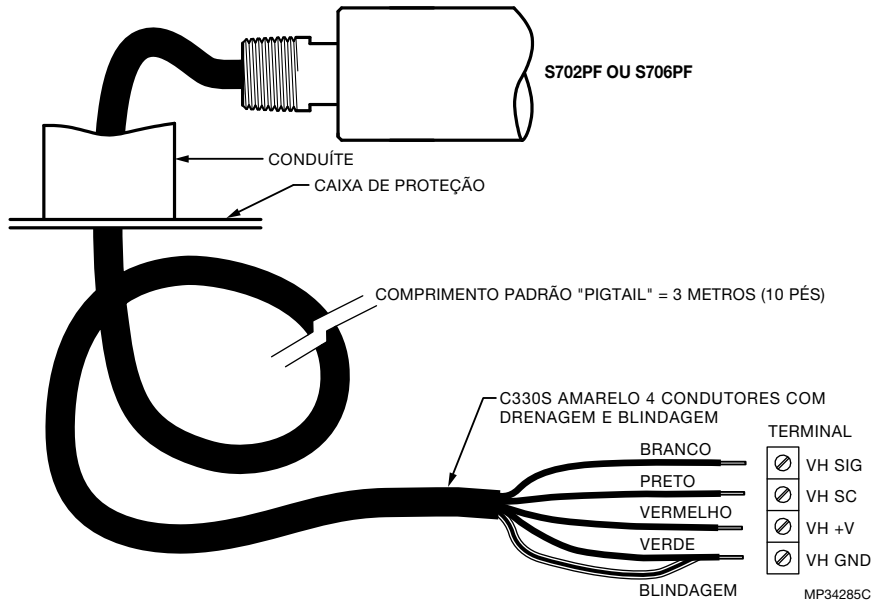
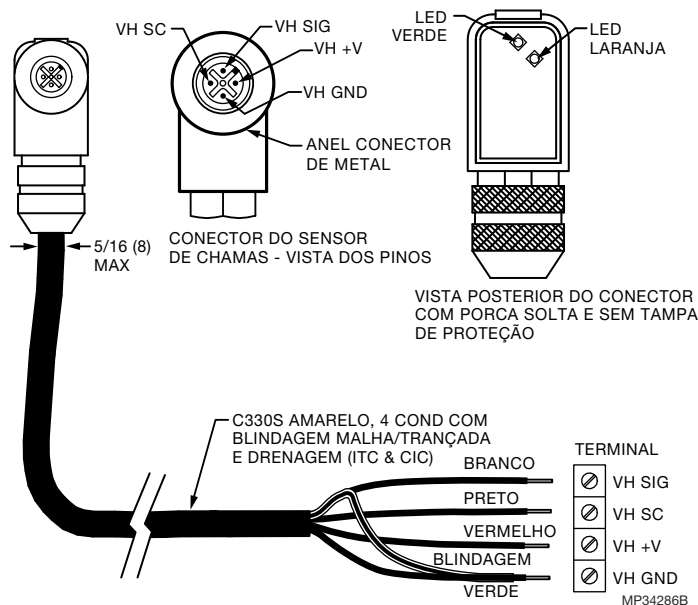

Fig. 3. Cabo do Sensor de Chama Modelo 700 com conexão NPT de 1/2 pol.
Fig. 4. Conexões do Cabo do Sensor de Chama Modelo 700/800.
Conectores e cabos estão representados nas Fig. 3, Fig. 4 e Fig. 5. A Fig. 3 mostra o cabo do sensor de chama com a conexão NPT de 1/2 pol. e o cabo pigtail para utilização num conduto. O modelo PF vem com o cabo Honeywell C330S de 10 pés. Este cabo é recomendado para todas as novas instalações. Possui certificação ITC e CIC para local perigoso. As figuras 4 e 5 descrevem o cabo C330S usado com o conector montável de ângulo reto. Consulte "Acessórios" na página 9 para obter os números das peças.
- a. Certifique-se de que os fios e LEDs estejam em locais apropriados como na Fig. 4.